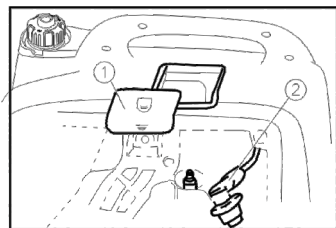

Рис.23
1. Снимите крышку для обслуживания свечи зажигания (1) (рис. 23).
2. Снимите со свечи колпачок высоковольтного провода (рис. 23).